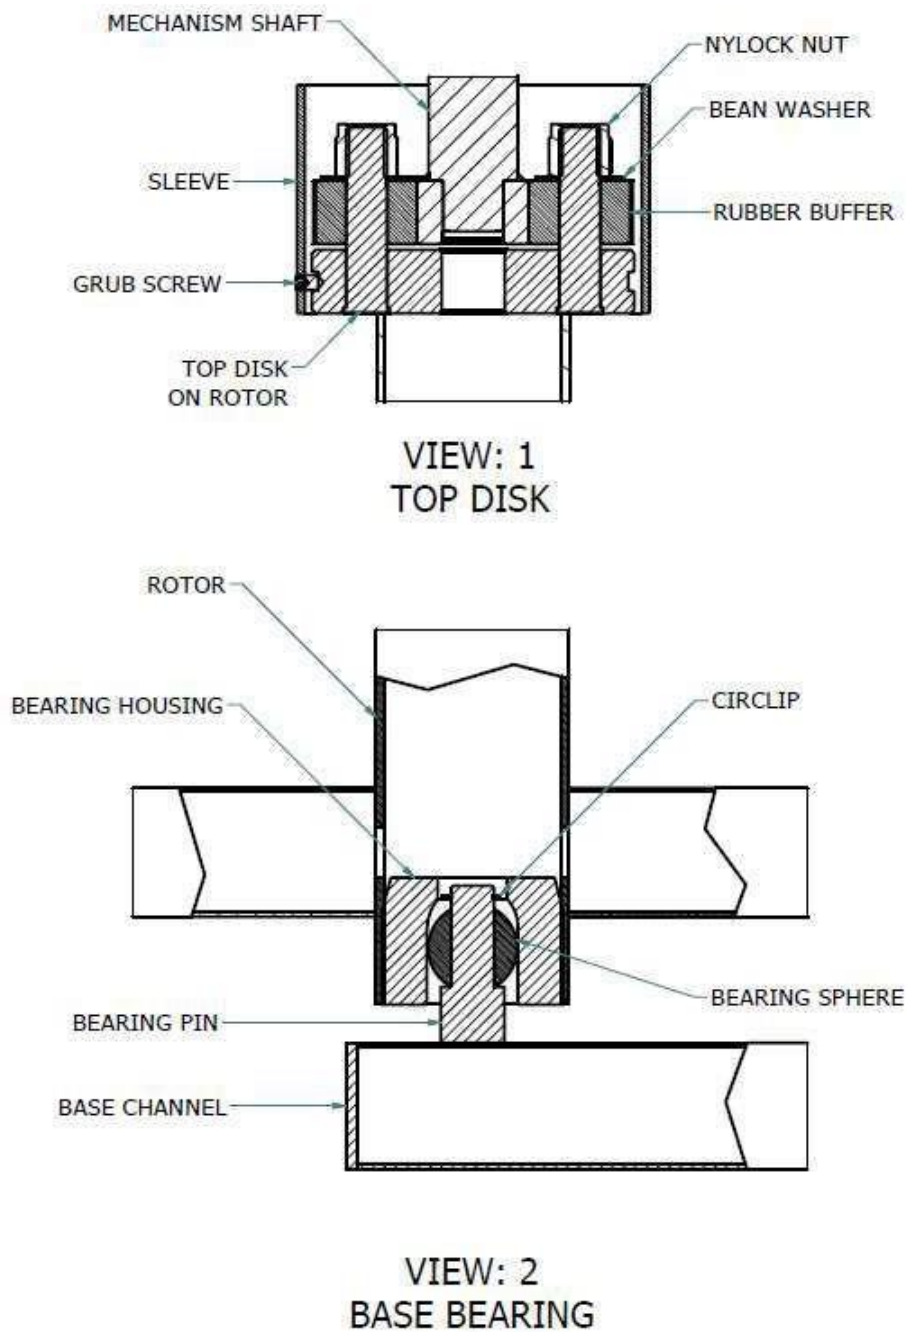

Abbildung 19: Ansichten der oberen Scheibe & des Basislagers
- 6.1 Der Rotor wird vom Mechanismus aufgehängt und benötigt nur eine **Lagerkugel** an der Basis, um zentriert zu bleiben. Siehe **Abbildung 19: Ansichten der oberen Scheibe & des Basislagers**, Ansicht 2. Senken Sie den Rotor auf die Lagerkugel ab, wobei die innere Buchse des Rotors ihn zentriert hält.